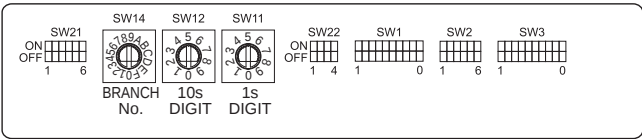

Fig. 6-4
6.4. Définition des adresses (Fig. 6-4)
6.5. Réglage du commutateur pour différents hauteurs de plafond (Fig. 6-4)
6.6. Détection de la température ambiante via le capteur intégré d'une télécommande (Fig. 6-4)